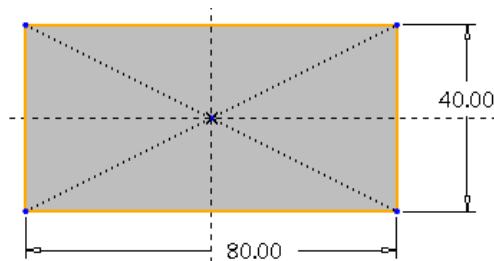

图 3-14 绘制矩形
- 单击 中心矩形按钮，绘制呈中心线对称的矩形，如图 3-14 所示。